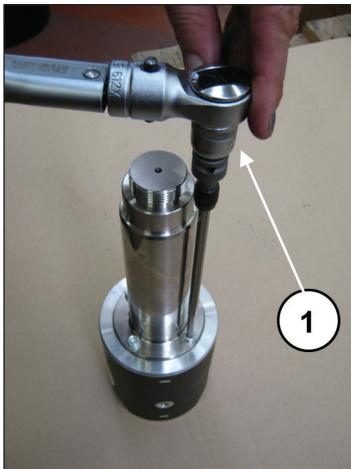

Fig. 46
Bloqueie a guia do pistão no gancho com ajuda de ferramenta adequada e proceda com a calibragem dos parafusos com chave dinamométrica (pos. ①, Fig. 46), conforme indicado no capítulo 3.